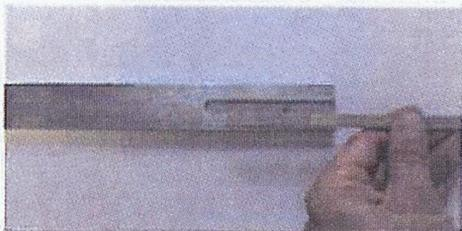

Bild 5: Einstellen des Riegelhubes
Durch Einhängen des Stahlriegels (4) in die jeweilige Ausnehmung der Triebstange (5) kann der Riegelhub eingestellt werden. (siehe Bild 5)